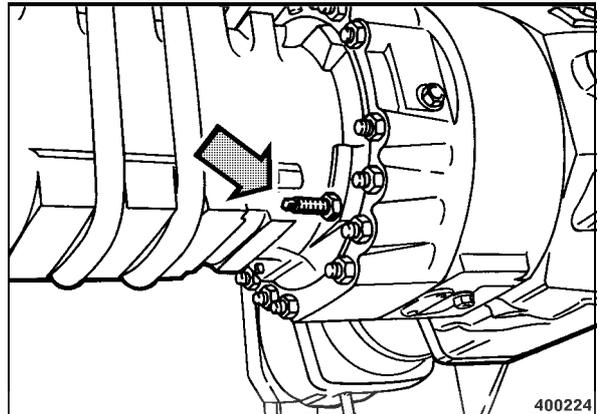

fig. 49
- Desserrer les contre-écrous (fig. 49) et visser uniformément les deux broches filetées (1 de chaque côté de l'essieu) jusqu'à ce que le frein se desserre.